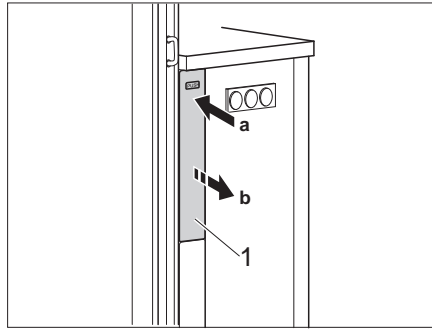

Bild 96 Verbreiterung lösen
- Auf die Blende (Bild 96,1) der Verbreiterung drücken. Die Verbreiterung wird gelöst.
- Verbreiterung (Bild 96,1) in den Küchenaufbau schieben, bis sie einrastet.